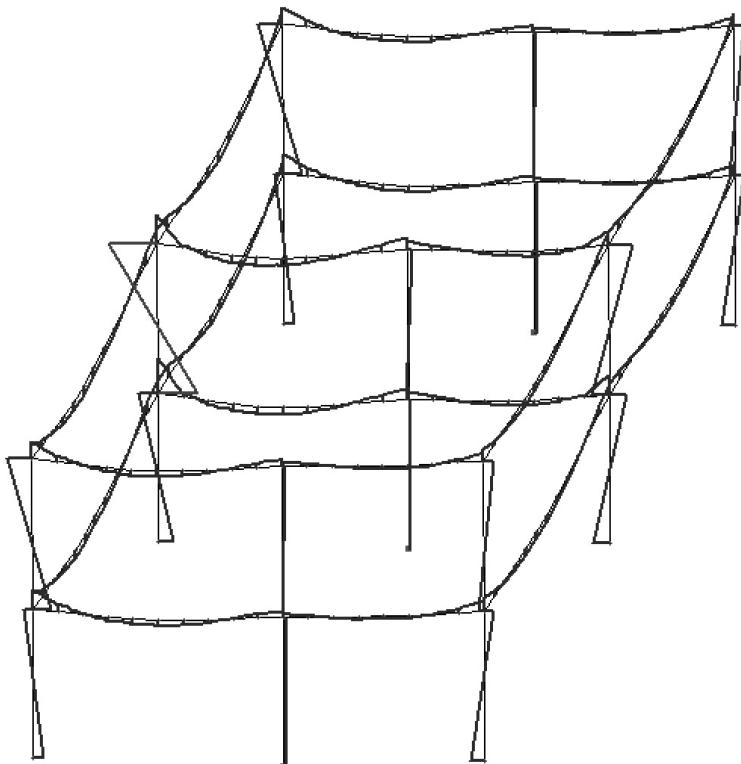

Рис.4.25. Эпюры изгибающих моментов M_y
- Выведите на экран эпюру **M_y** (рис. 4.25) с помощью меню **Усилия ⇒ Эпюры ⇒ Эпюры изгибающих моментов (M_y)** (кнопки и на панели инструментов).